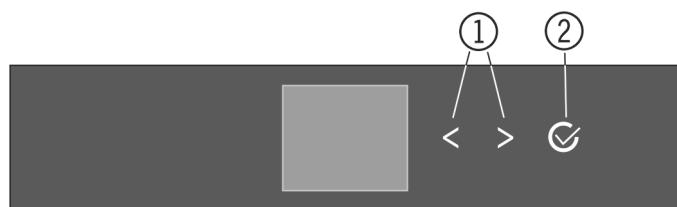
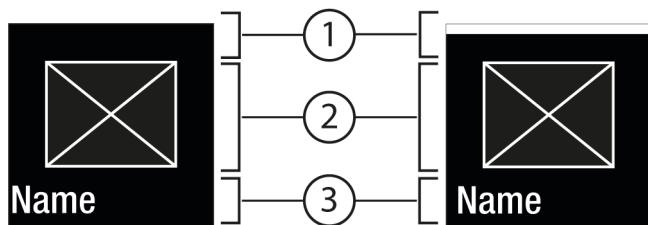
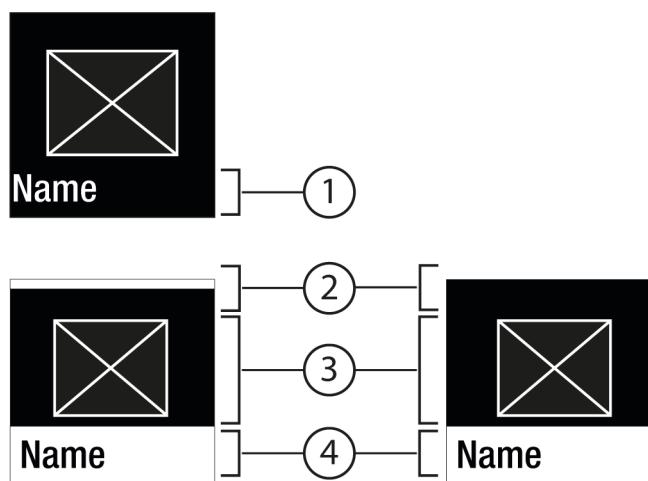

Fig. 5
Fig. 6
Fig. 7
(1) Навигационная стрелка влево / вправо
(2) Подтвердить
Навигационная стрелка влево / вправо Fig. 5 (1):
Подтвердить Fig. 5 (2):
- Навигация при помощи навигационной стрелки влево / вправо Fig. 5 (1).
- С помощью Подтвердить Fig. 5 (2) вызвать Подменю Fig. 7 (4).
- Установка нового значения: С помощью Подтвердить Fig. 5 (2) выбрать деактивированное значение Fig. 6 (1).
- Назад в меню: С помощью Подтвердить Fig. 5 (2) выбрать уже активированное значение Fig. 6 (2).
- Навигационные стрелки Fig. 5 (1) нажмите до тех пор, пока не появится индикация функции .
- Нажмите на Подтвердить Fig. 5 (2).
- Навигационные стрелки Fig. 5 (1) нажмите до тех пор, пока не появится индикация функции.
- С помощью навигационных стрелок Fig. 5 (1) выберите значение настройки.
- Состояние: активировано Fig. 6 (1) появляется недолго в Подменю Fig. 7 (4).
- Нажмайте навигационные стрелки Fig. 5 (1) до тех пор, пока не появится индикация настроек .
- Нажмайте навигационные стрелки Fig. 5 (1) до тех пор, пока не появится индикация требуемой настройки.
- Нажмите и удерживайте в течение 3 секунд Подтвердить Fig. 5 (2).